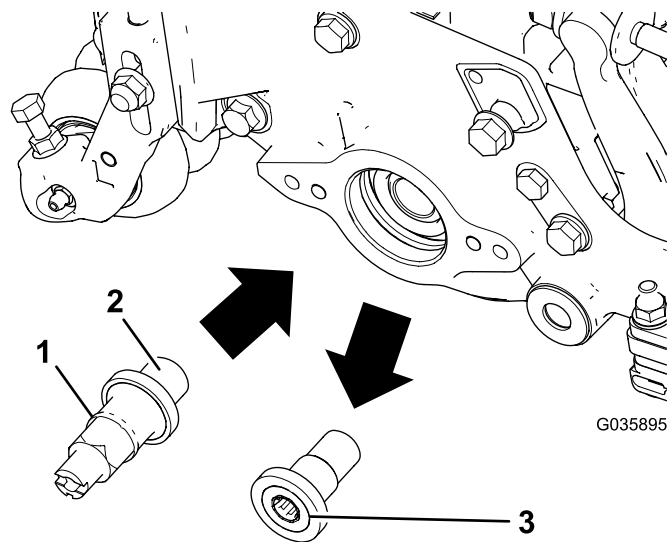

図 2
6. トロの駆動シャフト用工具P/N Tor4112を使ってカッティングユニットについている後ローラブラシ駆動部用のねじ付きインサート図 2を外して捨てる。
8. 駆動シャフトのねじ山 図 2にロクタイト242青を塗り、駆動シャフトを取り付けてトルク締めする 115-128 N·m 12-13 kg·m = 85-95 ft·lbs。